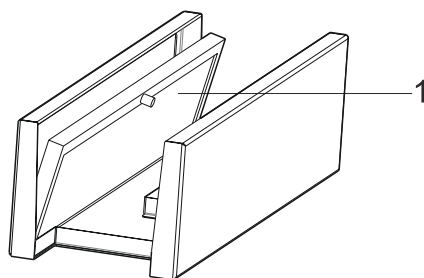

Fig. 5
3. ➡ ■ Dra upp fettfiltret (Fig. 5).